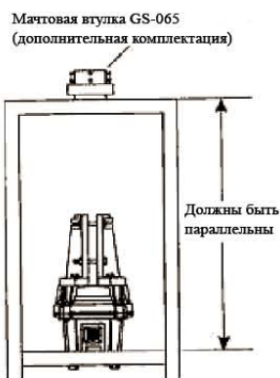

Рисунок 3
3. Если планируется использовать упорную втулку (например, дополнительную комплектующую от Yaesu модели GS-065), установите ее на верхушке опоры (см. Рисунок 3) с помощью крепежной арматуры из комплекта поставки.
4. Слегка притяните мачтовый фиксатор (1) к корпусу поворотного устройства с помощью болтов M8 X 25 (2), пружинных и плоских шайб из комплекта поставки.
5. С помощью мачтового крана либо другого подъемного приспособления, вставьте мачту сверху через втулку и установите ее в фиксаторах поворотного устройства. Затем слегка затяните мачтовые фиксаторы с помощью болтов M8 X 70 (3) и пружинных шайб из комплекта поставки.